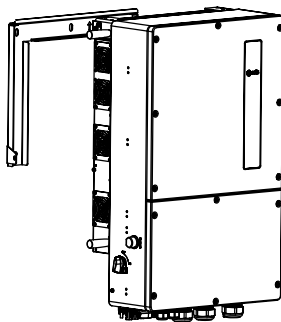

Figura 3.7 Suporte para montagem em parede
2. Levante o inversor (tomando cuidado para não forçar o corpo) e alinhe o suporte traseiro do inversor com a seção convexa do suporte de montagem. Pendure o inversor no suporte de montagem e certifique-se de que o inversor esteja seguro (consulte a Figura 3.7).